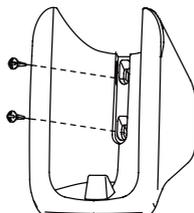

Рисунок 2.3
1. Винтами (принадлежности) зафиксируйте и закрепите держатель пульта ДУ в устойчивом положении (см. Рис. 2.3);